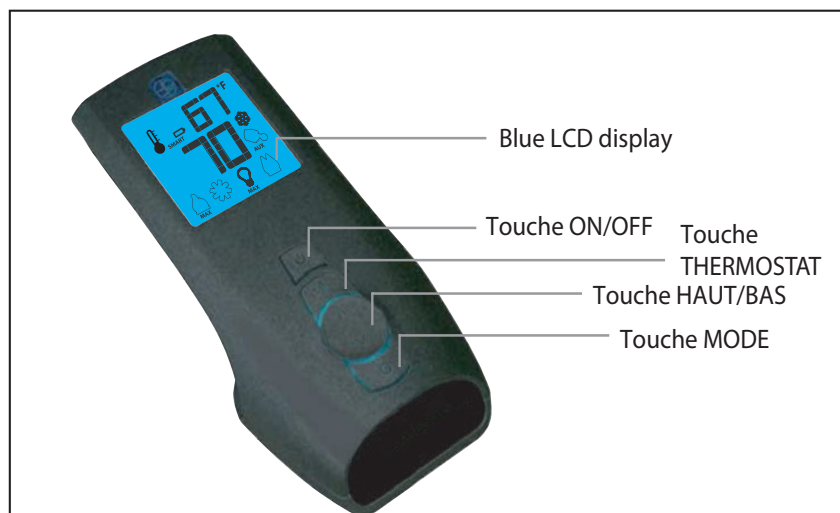
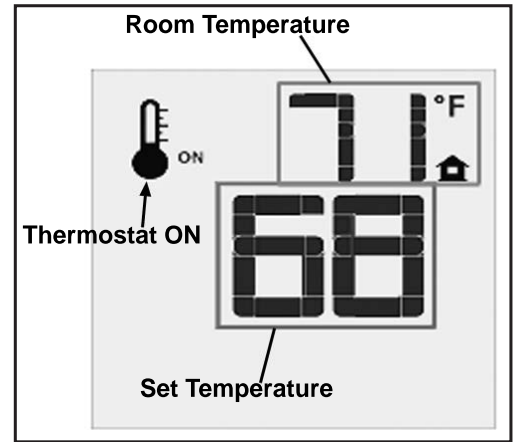
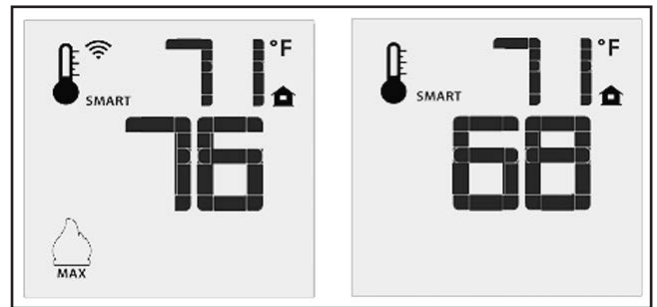
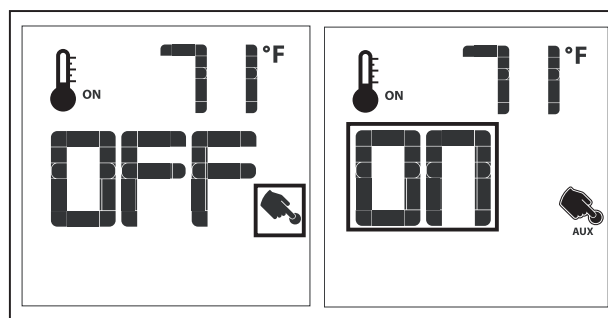

Figure 4: Émetteur Proflame 2.
Figure 9: La télécommande montre la température programmée.
Figure 10: La fonction « thermostat intelligent » (SMART Thermostat).
Figure 13: Commande auxiliaire (non utilisé)
L'émetteur Proflame 2 est une télécommande munie d'un écran ACL rétro-éclairé bleu. Il a une conception rationalisée avec une disposition de boutons simplifiée et un affichage informatif ACL (Figure 4). L'émetteur est alimenté par trois (3) piles type AAA. Un bouton « mode » sert à changer entre les options et un bouton « thermostat » est utilisé pour allumer ou fermer, ou voir l'index des options pour le thermostat (Figure 4 & Figure 5).
Appuyez la touche marche-arrêt sur l'émetteur. L'écran ACL montrera la température ambiante de la salle et l'icône du thermostat (voir la Figure 9). Un seul bip de l'IFC confirme la réception de la commande et la veilleuse et le brûleur principal se fermeront (si l'appareil n'est pas réglé au mode CPI).
La télécommande peut fonctionner comme un thermostat ambiant. Le thermostat peut être réglé à la température désirée pour contrôler le confort dans la salle. Pour activer cette fonction, appuyez sur la touche « Thermostat » (voir la Figure 4). L'écran ACL de l'émetteur changera pour montrer que le thermostat ambiant est allumé et la température programmée est montrée sur l'écran (voir la Figure 9). Pour ajuster la température, appuyez sur les flèches vers le haut ou le bas pour programmer votre température désirée.
Le mode « Thermostat intelligent » ajuste la hauteur des flammes en calculant la différence entre la température programmée et la température ambiante actuelle. Si la température ambiante approche la température programmée, la fonction intelligente baissera le niveau des flammes. Pour activer cette fonction, appuyez sur la touche « thermostat » (Figure 4) jusqu'à ce que vous voyiez le mot « SMART » à la droite de l'icône de thermostat (Figure 10). Pour ajuster la température programmée, utilisez les flèches pour trouver votre température idéale.
L'éclairage supérieur du foyer peut être contrôlé avec l'émetteur. La lumière n'est pas réglable mais peut être allumée et éteinte à volonté. Pour contrôler l'éclairage supérieur, appuyez sur la touche MODE (Figure 4) pour accéder à l'icône de commande AUX (Figure 13). Utilisez les touches fléchées HAUT/BAS pour allumer ou éteindre la lumière. Un seul bip de l'IFC confirmera que la commande a été reçue. La lumière supérieure est plus visible lorsque la flamme est réglée sur le réglage le plus bas. Il peut également être laissé allumé lorsque la flamme est éteinte (voir la section Contrôle de flamme à distance) pour mettre en évidence l'ensemble de bûches.